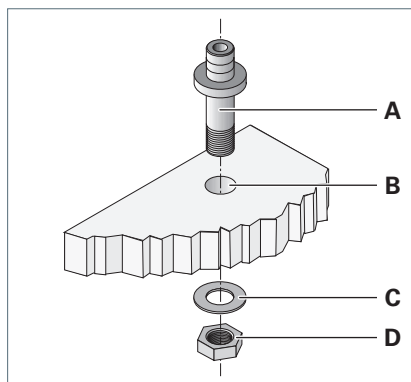

Fig. 3: Montaggio dei perni a manicotto.
- Condurre il perno a manicotto **A** dall'alto attraverso il foro **B** nella superficie di montaggio, vedi Fig. 3.